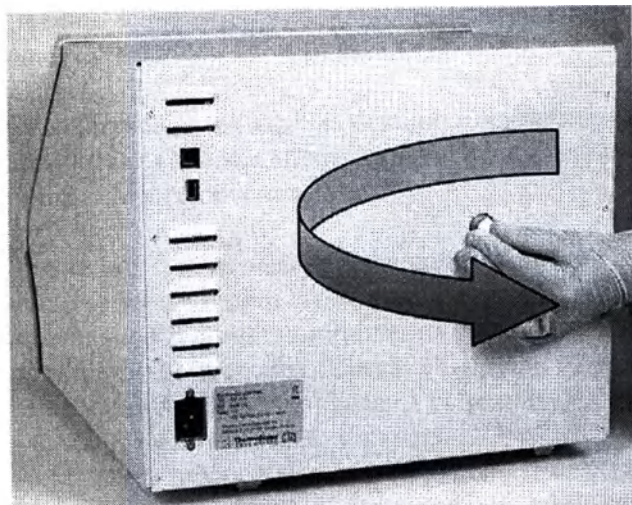

Рисунок 3-10. Отсоединение транспортировочного фиксатора
1. Ослабьте подпружиненный винт, удерживающий транспортировочный фиксатор, открутив его рукой против часовой стрелки (Рисунок 3-10). Ослабленный винт удерживается на месте благодаря усилию пружины.